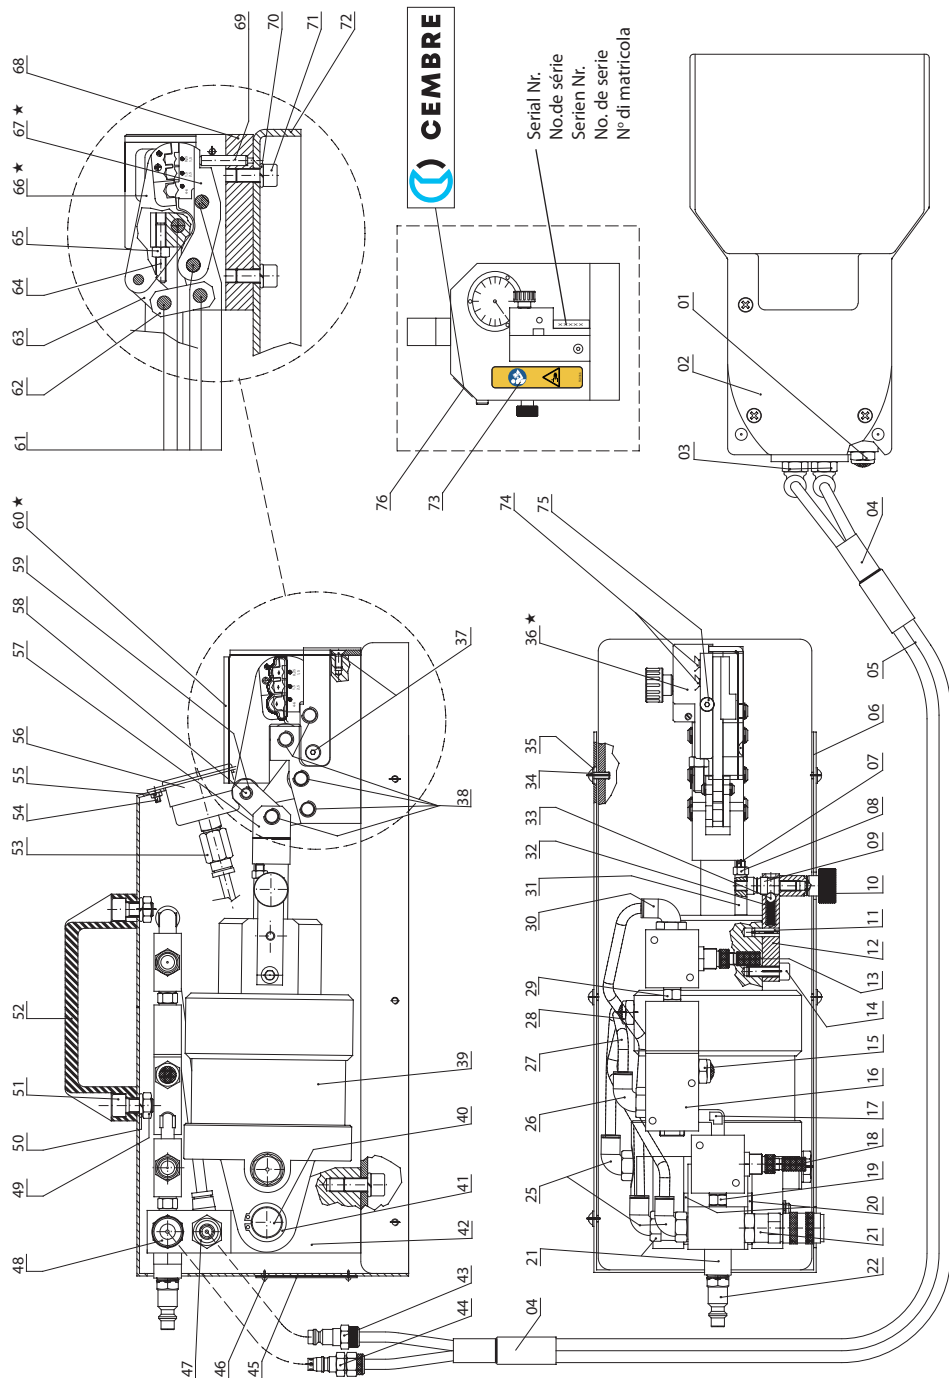

FIG. 3
6. MANUTENZIONE (Rif. a Fig. 3)